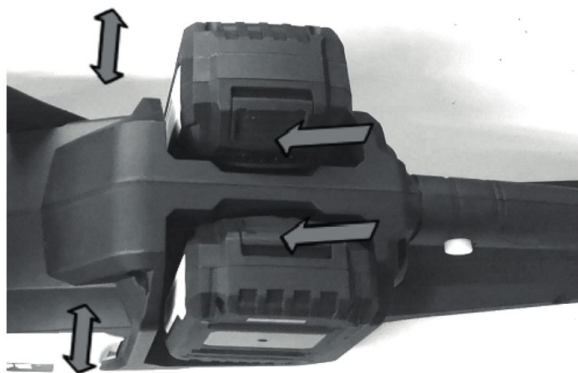

Рисунок 11. Схема під'єднання та від'єднання акумуляторної батареї.
4. Для від'єднання акумуляторної батареї (рис. 11) натиснути на клавішу фіксації АКБ та витягнути її з гнізда виробу.